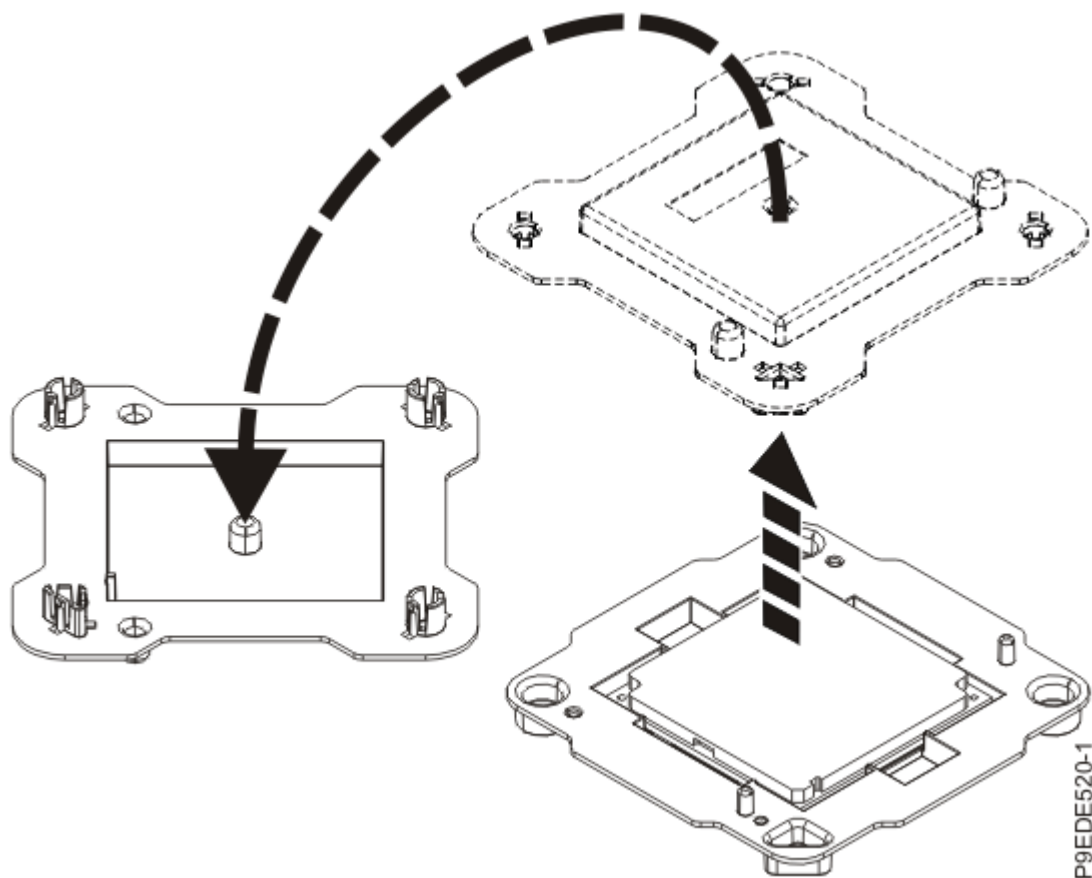

図 6. システム・プロセッサ・モジュールのパッケージを開く
2. 新しいシステム・プロセッサ・モジュールのパッケージを開き、カバーを上下逆にしてトレイの隣に置きます (9 ページの図 6 を参照)。カバーは、再取り付けするシステム・プロセッサ・モジュールに使用されます。